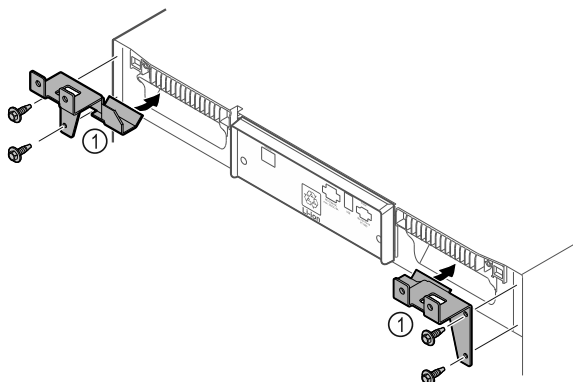

Fig. 11
- ▶ Zamontować części mocujące Fig. 11 (1) na urządzeniu przy użyciu śrub samogwintujących.